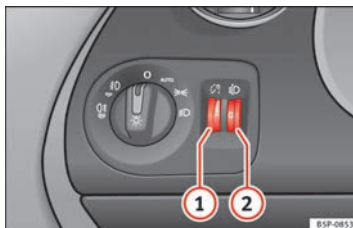

Fig. 70 Tablero de instrumentos: reguladores de la iluminación de instrumentos y mandos y del alcance de los faros. ▶
Con las luces encendidas se puede regular la intensidad de la luz de los instrumentos y mandos girando la ruedecilla moleteada ⇒ fig. 70 ①.